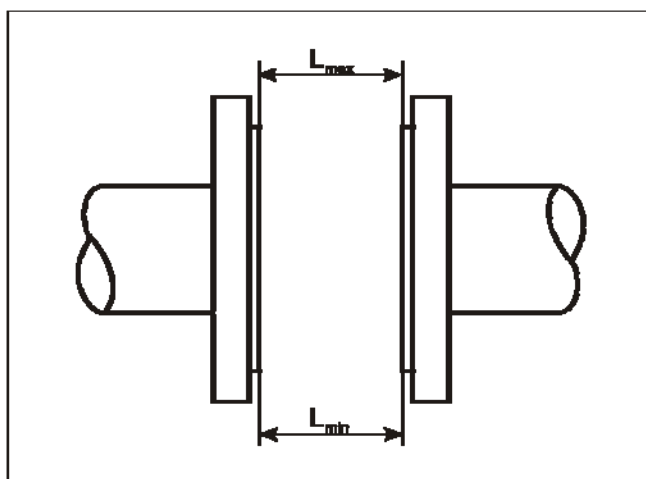

Рисунок 5 — Определение отклонения фланцев трубопровода от параллельности
2.2.2.3 Фланцы трубопроводов должны быть соосны и плоскопараллельны друг другу (рисунок 5), что достигается применением при сварке специального габаритного имитатора датчика расхода.
2.2.2.6 В случае необходимости демонтажа прилегающих прямолинейных участков, при обратном монтаже следует учитывать, что наибольшее допускаемое отклонение ответных фланцев на трубопроводе от параллельности должно определяться из неравенства $L_{\max} - L_{\min} < 0,5 \text{ мм}$ (рисунок 5).